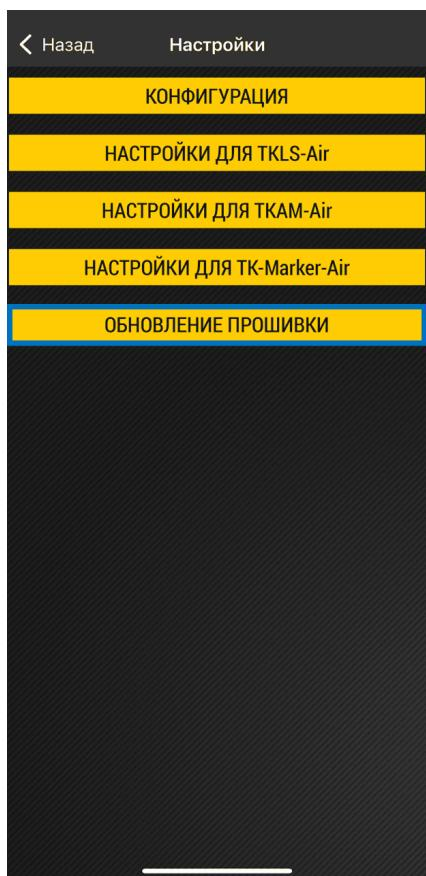

Рис.37. Меню «Настройки»
1. На рабочем экране выберите вариант «Настройки», далее нажмите кнопку «Обновление прошивки» (**Рис.37**).